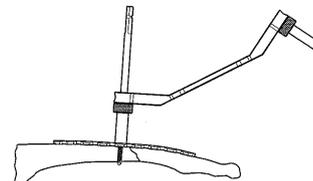

図3
3) 内筒を取り外し、3.5コーティカルスクリュータップを用いて、イメージ下で確認しながらプレータップを行い、スクリューを挿入します。（図3）